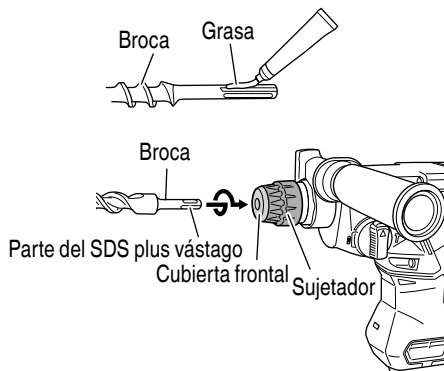

Fig. 11
3. Montaje de la broca (Fig. 11, 12)
- (1) Limpie y, luego, frote con grasa o aceite la parte de la espiga de la broca de taladro.
- (2) Introduzca la broca de taladro en el portaherramienta, retorciéndola hasta que quede enclavada. (Fig. 11)